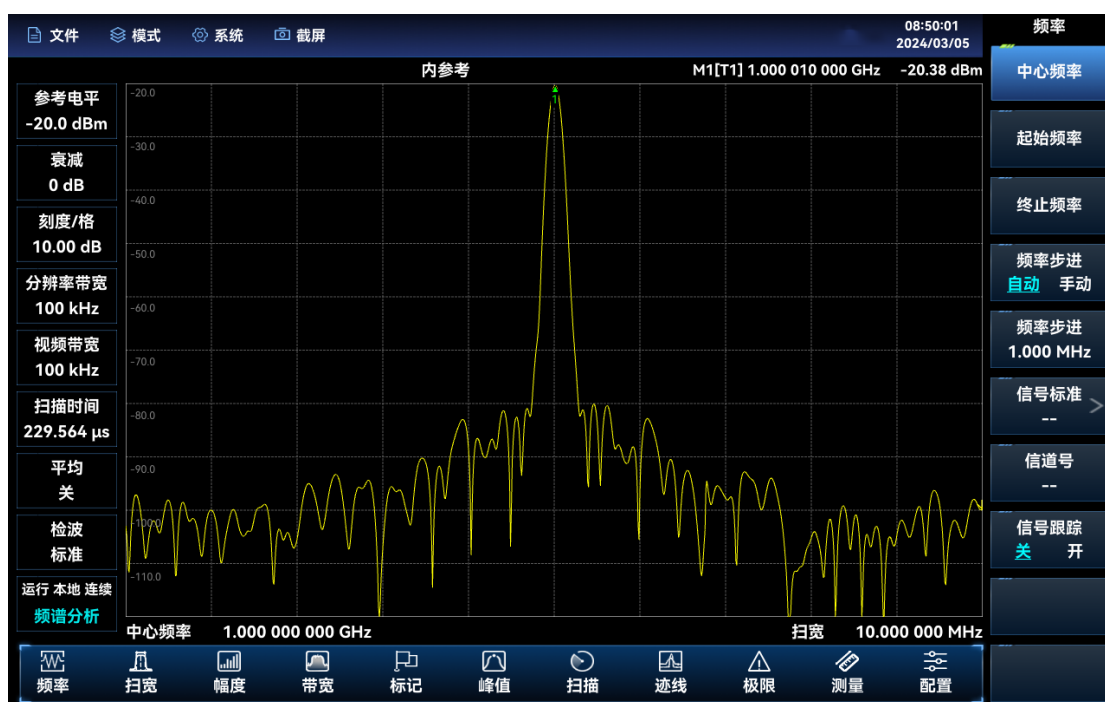

图 3.12 -20dBm 参考电平
- 通常，将信号峰值置于参考电平位置可获得最佳的幅度测量精度，如图 3.12 所示。按【幅度】→[参考电平]，将参考电平设置为标记幅度值。